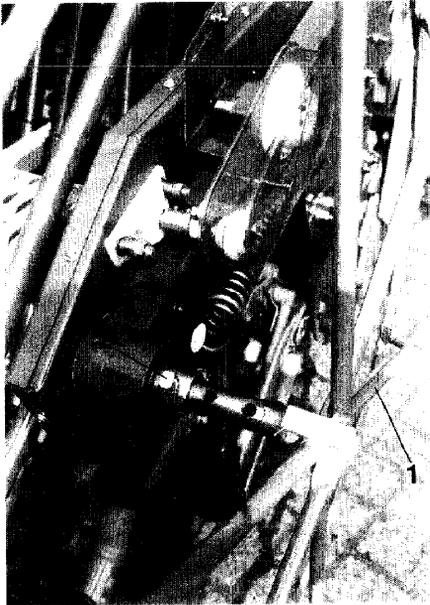

Fig.54
1. Tirer à soi la roue d'appui (fig. 54/1) sur l'arbre d'entraînement oscillant et la rendre solidaire de l'arbre en introduisant la goupille (fig. 54/2) dans le trou de l'arbre approprié au semoir.
Enfoncer à fond la roue d'appui sur l'arbre de l'entraînement oscillant et goupiller (fig. 54/2) en sécurité.